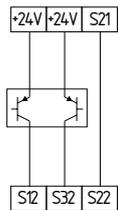

Fig. 11
**Control mediante dos canales de resguardos de seguridad para la seguridad (basados en microprocesadores) con salidas de semiconductor tipo P, p.e. AOPDs según EN IEC 61496 (véase fig. 11)**